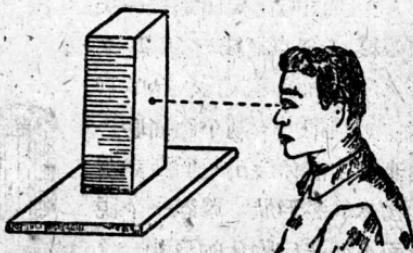
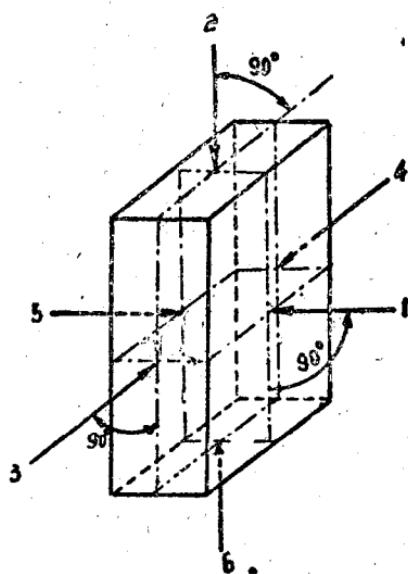

图 2-9 觀察物体时的視綫方向
图 2-10 观察物体六个面的方向
(1) 图面的構成：当我们觀察物体的时候，因为站的位置和方向不同，对物体觀察所得的形狀印象也不同。工程图上所表示的物体形狀，是觀察者正对着（垂直方向）物体各个不同的方面，逐面直觀分別画出来的（图2-9）。所以說工程图是由几个視面图形構成的。从物体正前面正面对看所划的图，叫做前視图或叫正面图；在物体侧面正前方直看物体所划的图，叫做側視图或叫侧面图。但是要注意从物体左面向物体右面直看时，所划出来的視图，叫做左視图；从物体上面向下看，划出来的图，叫做俯視图或平面图，又叫頂視图；根据觀察者的觀察方向（图2-10）还可以得出背視图、右視图和仰視图。